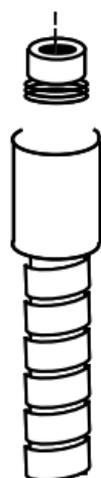

Figure 1
- N'essayez pas de nettoyer la cartouche du capteur de la Pompe à Ions. Reportez-vous à la Figure 1 pour le positionnement correct de la cartouche du capteur dans la douille. Le filtre à vapeur d'eau est un dispositif solide qui a une longue vie s'il est utilisé avec précaution. Le seul entretien préventif est de préserver les orifices de ventilation de toute contamination, ce qui obstruerait le passage de l'air à travers le capteur. Si de l'eau à l'état liquide devait pénétrer à l'intérieur de la circulation d'air, remédiez-y en secouant doucement le filtre pour éliminer l'eau, puis en le laissant sécher. Si les orifices de ventilation s'obstruent, le filtre doit être remplacé.